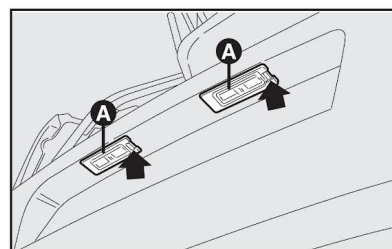

fig. 28
#### LUZES DE PLACA - figs. 28 e 29
- Agir no ponto indicado pela seta e remover o grupo transparente **A-fig. 28**;